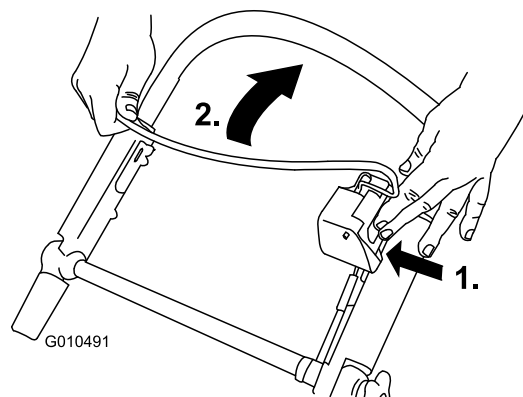

Рисунок 23
1. Нажмите кнопку управления ножом и притяните штангу управления ножом к рукоятке (Рисунок 23).